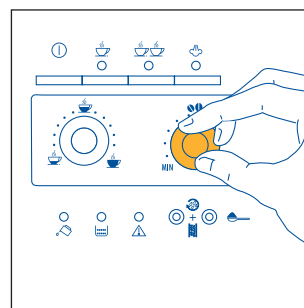

Рис. 7
- 2) Поверните правую ручку, рис. 7, для установки необходимого количества молотого кофе. Чем больше вы поворачиваете ручку по часовой стрелке, тем большее количество зерен кофе будет помолото и тем крепче будет приготовленный кофе. При первом использовании необходимо путем проб приготовить несколько чашек кофе, чтобы определить правильное положение ручки. Будьте внимательны и не поворачивайте ручку по часовой стрелке слишком сильно, так есть вероятность получить слишком медленное вытекание готового кофе (каплями).
ПРИМЕЧАНИЕ 2: если пенка на кофе неудовлетворительная, поверните немного по часовой стрелке правую ручку, рис. 7. *in senso orario*. Выполните несколько проб, не переусердствуйте, так как выливание кофе может оказаться